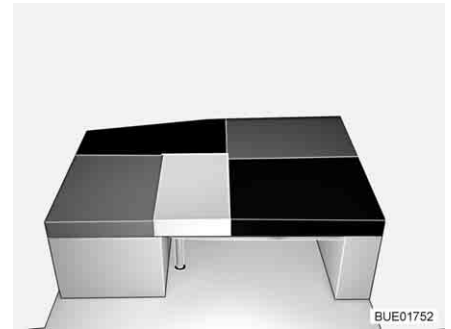

Bild 118 Efter ombyggnaden
- Lägg ryggdynan av sidosätet/sidosittbänken på bordet (mellan sittdyna av sidosätet/sidosittbänken och den extra dynan, se Bild 118).